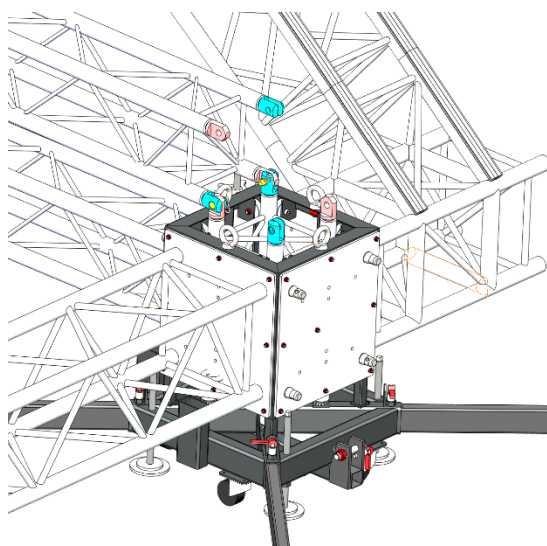

Figure 6
- Assembler le linéaire de tour avec les chapes des CHAR78 installées suivant la Figure 6